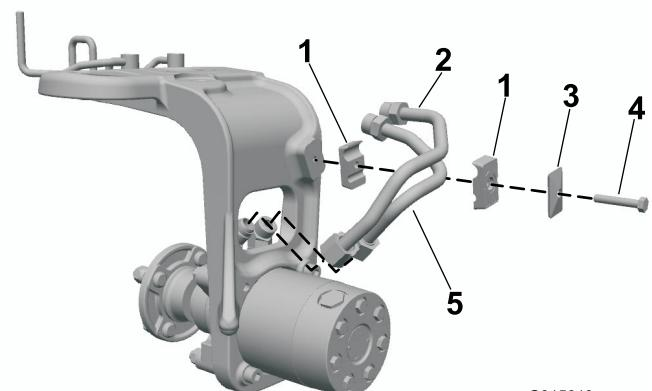

図 6
1. スチール製油圧ラインをホイールモータのフィッティングに仮止めする図 6。
2. キャスタフォークにチューブクランプを取り付ける。このラインが油圧フィッティングとチューブクランプに無理なく接続するように調整する図 6。
3. チューブクランプを固定するカバープレートとボルト  $5/16 \times 1\frac{3}{4}''$  を図 6 のように使用する。